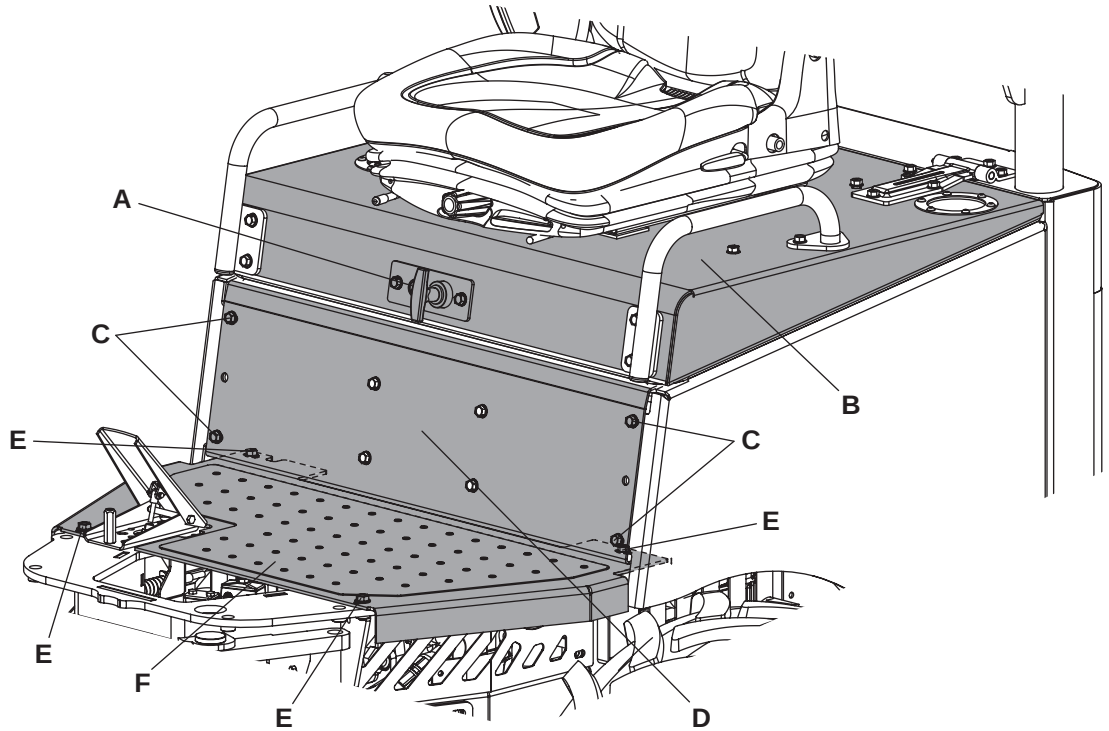

Figura. 38
3. Utilice la llave de encendido para desbloquear la bandeja del asiento (figura 38, punto A).
Aplique grasa a todos los puntos de engrase y a los puntos pivotantes que se destacan en la figura 38